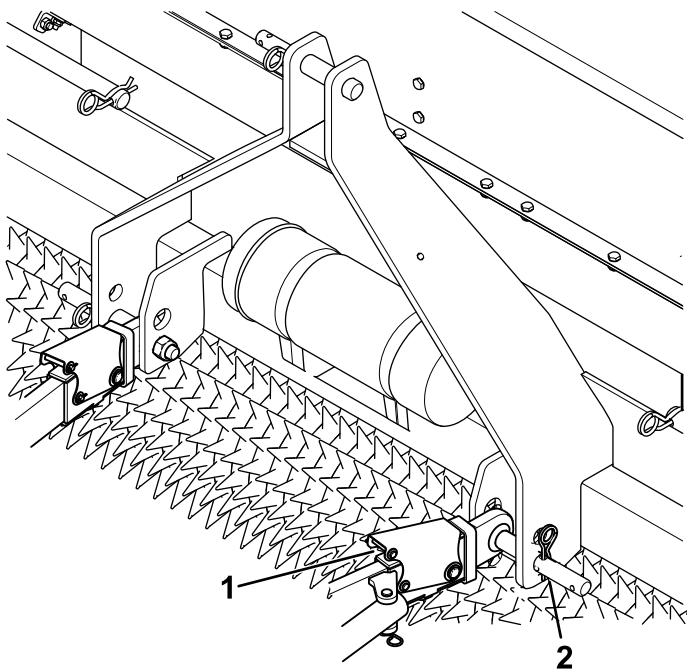

Figura 6
1. Chaveta (3)
2. Pasador de enganche (3)
5. Coloque los brazos de enganche inferiores derecho e izquierdo sobre los pasadores de enganche (Figura 6).